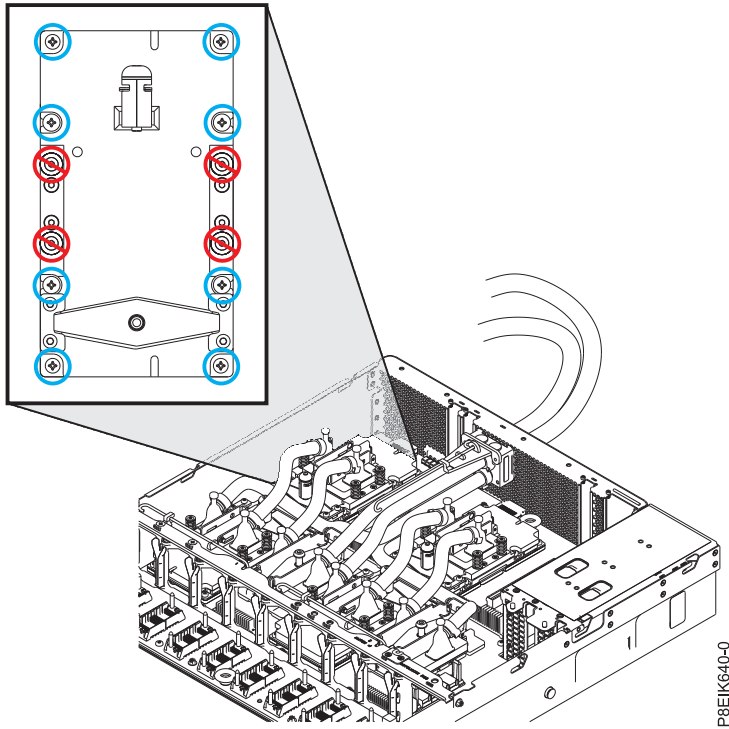

Figure 80. Retrait des huit vis de chaque GPU ; ne pas desserrer les quatre vis à ressort
4. Retirez les huit vis du GPU que vous déposez (voir figure 80, à la page 68).